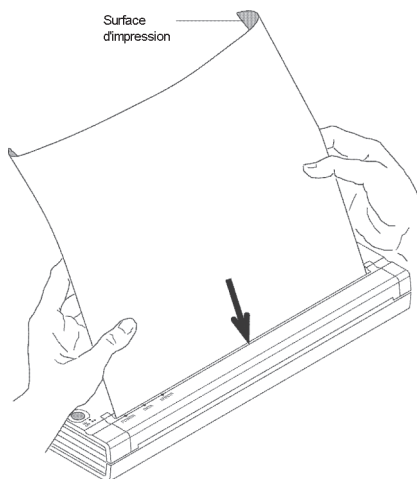

Figure 9. Insertion d'une feuille de papier
3. Insérez une feuille de papier thermique Brother d'origine dans la fente d'alimentation. La face imprimable du papier doit être tournée vers l'arrière de l'imprimante, et donc dos à vous. Consultez la Figure 9.